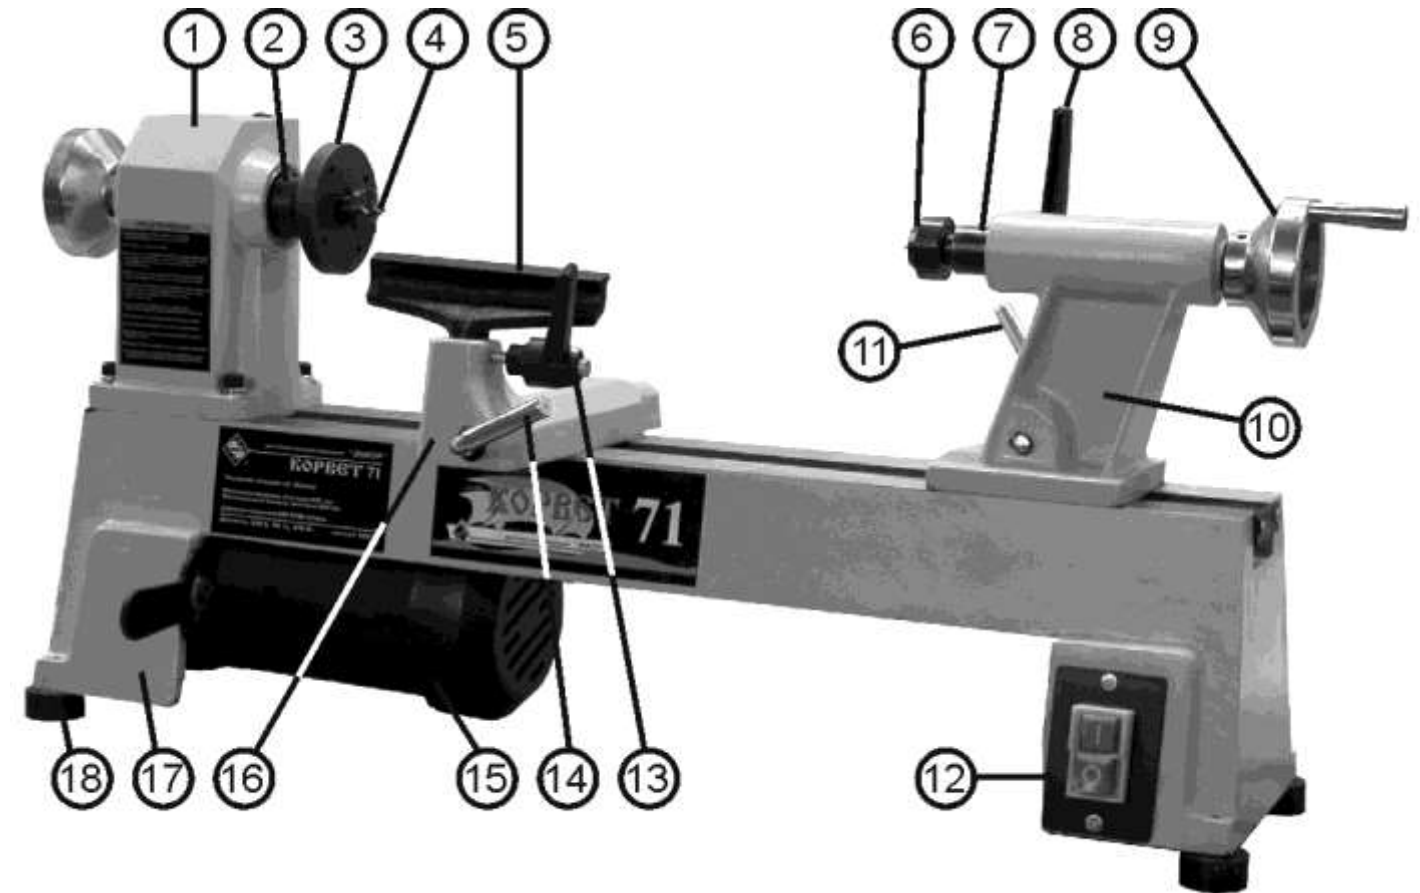

Рис. 2
7.1. Машина состоит из следующих сборочных единиц и деталей (Рис. 2):
9.1. Включение (Рис. 2)
9.3. Задняя бабка (Рис. 2)
9.4. Резцедержатель (Рис. 2)